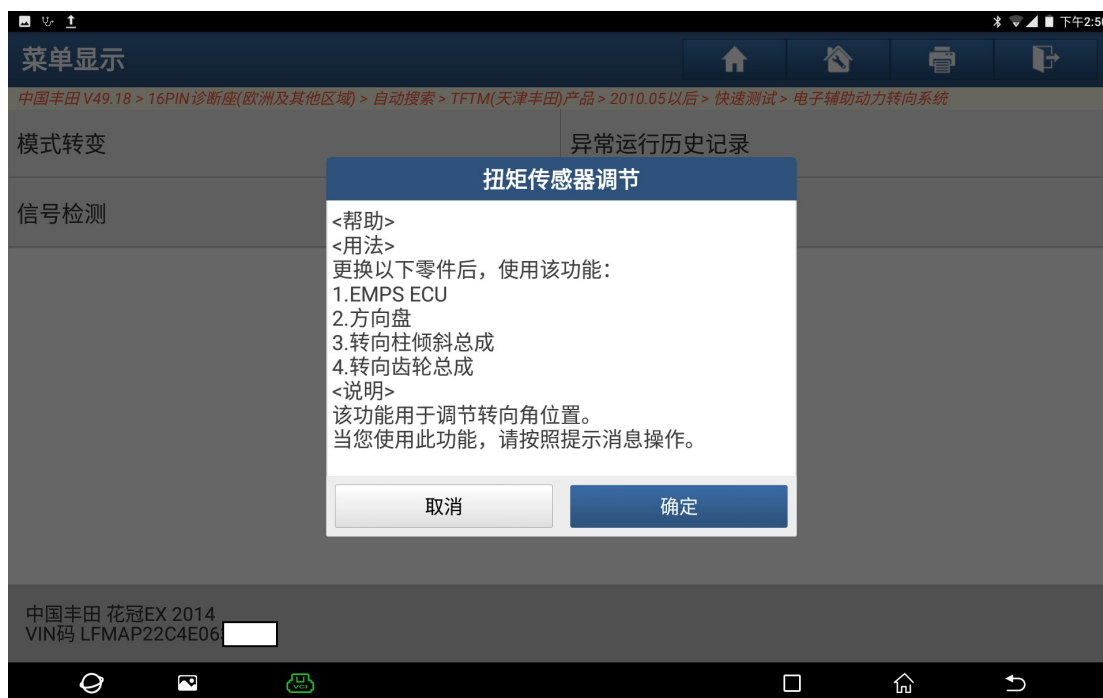

图 5
5). 阅读提示信息，该功能用于调节转向角位置，点击“确定”（如图 5）：